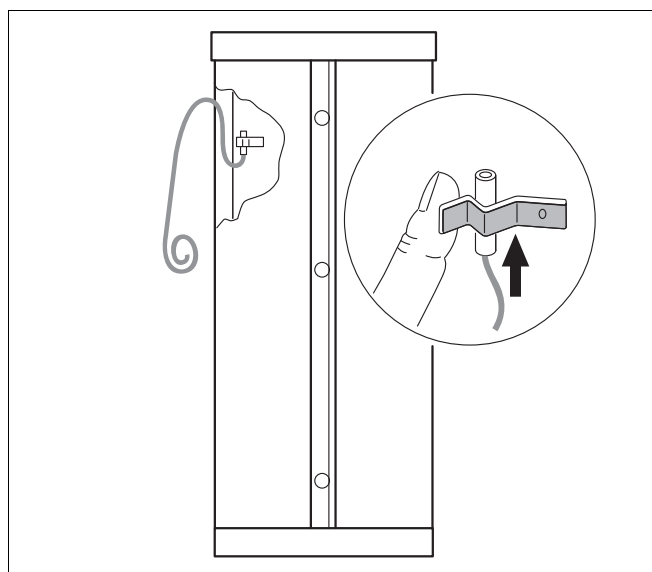

Рис. 10 Установка датчика (схематичное изображение)
- Установите датчик в пружинный держатель так, чтобы вся его контактная поверхность плотно прилегала к наружной стороне корпуса бака-водонагревателя (рис. 10).